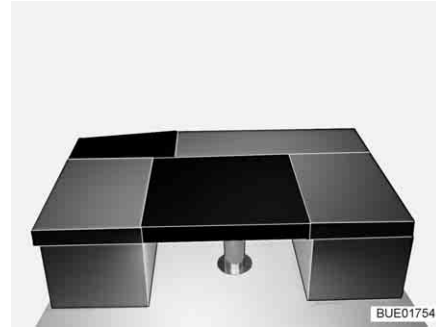

Fig. 120 Après la transformation
- Poser le coussin supplémentaire rectangulaire sur la table (devant les coussins d'assise des banquettes, voir Fig. 120).